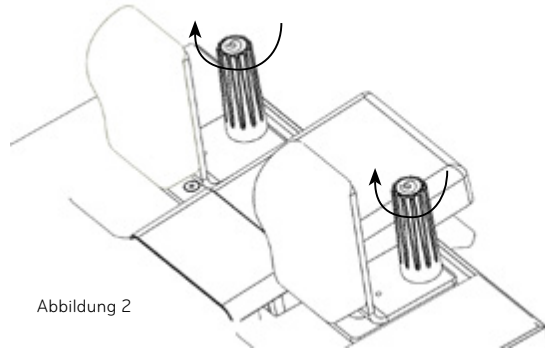

Abbildung 2
2. Sichern Sie die Schulterstütze, indem Sie den Bolzen im Uhrzeigersinn drehen, bis er fest sitzt. Siehe Abbildung 2. Wenn Sie sie zu fest anziehen, lässt sie sich nur schwer entfernen. Sie sollten fest, aber nicht zu fest angezogen sein..